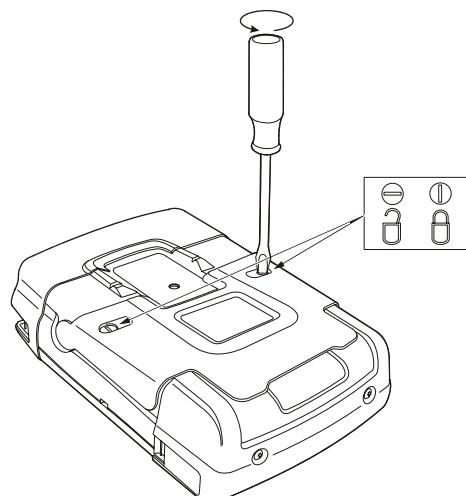

Figura 4-3. Sblocco del coperchio della batteria
- Sbloccare il coperchio della batteria sul retro dell'analizzatore ruotando le viti di un quarto di giro in senso antiorario, come mostrato nella Figura 4-3.